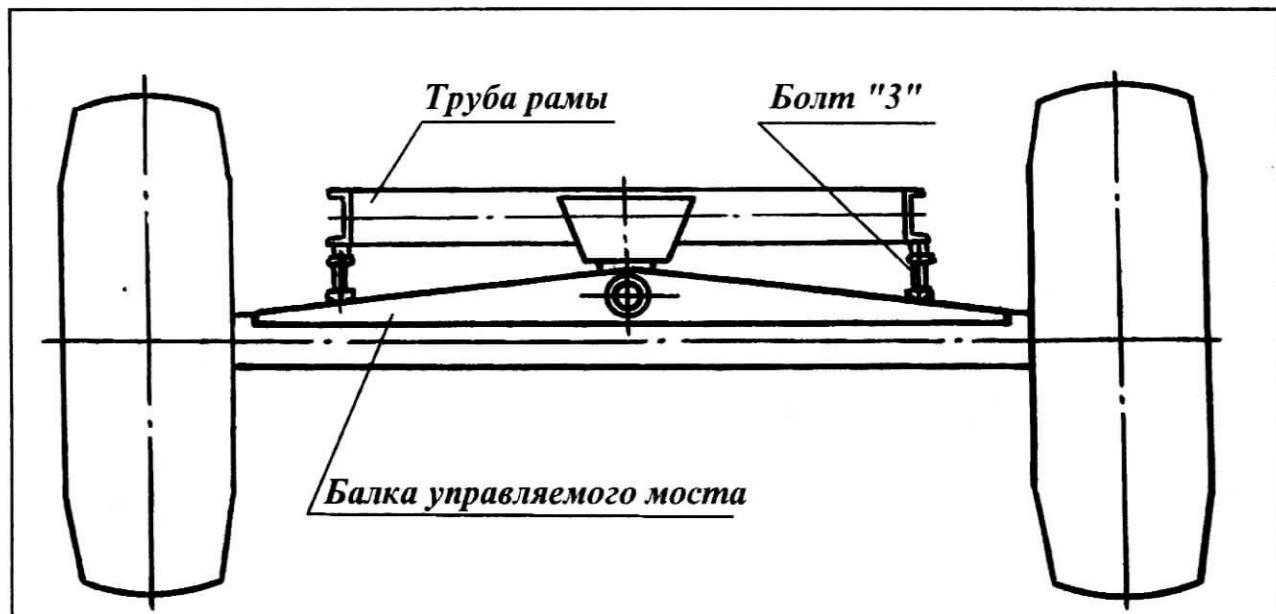

Рис.125 - Схема фиксации поперечной устойчивости комбайна при транспортировке по железной дороге.
- с целью фиксации поперечной устойчивости выверните из рамы два болта 3 (рис.125) до упора в балку;